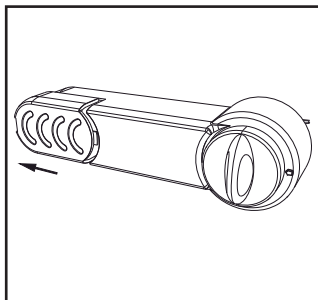

Figura 1
- Mover o protetor da lâmpada 3-5mm no sentido indicado pela seta (figura 1).